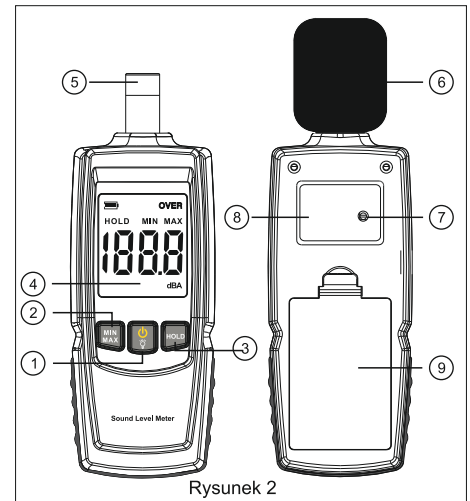

Rysunek 1
2. Użyj płaskiego śrubokręta do regulacji odczytu potencjometrem, który znajduje się z tyłu urządzenia ustaw wartość tak, aby wyświetlacz wskazywał 94.0 (patrz rysunek 1).